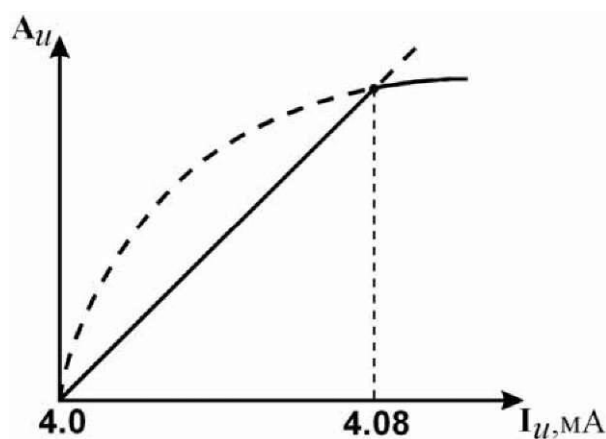

Рисунок 2.3
2.6.6.3. Для уменьшения шумов вблизи «нуля» используется функция линеаризации квадратного корня (см. рисунок 2.3). При входном токе до 4,08 мА функция преобразования входного сигнала - линейная.